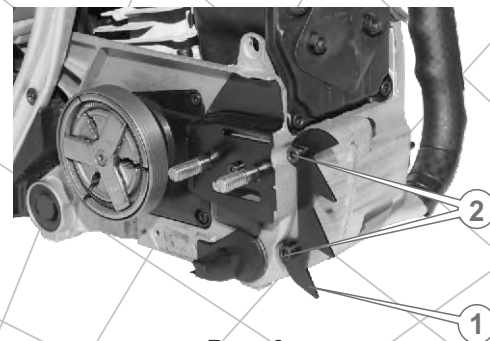

Рис. 6
4. Установите на передней части корпуса зубчатый упор (1) и зафиксируйте его двумя винтами (2), используя шестигранный ключ 4 мм (см. рис. 6).